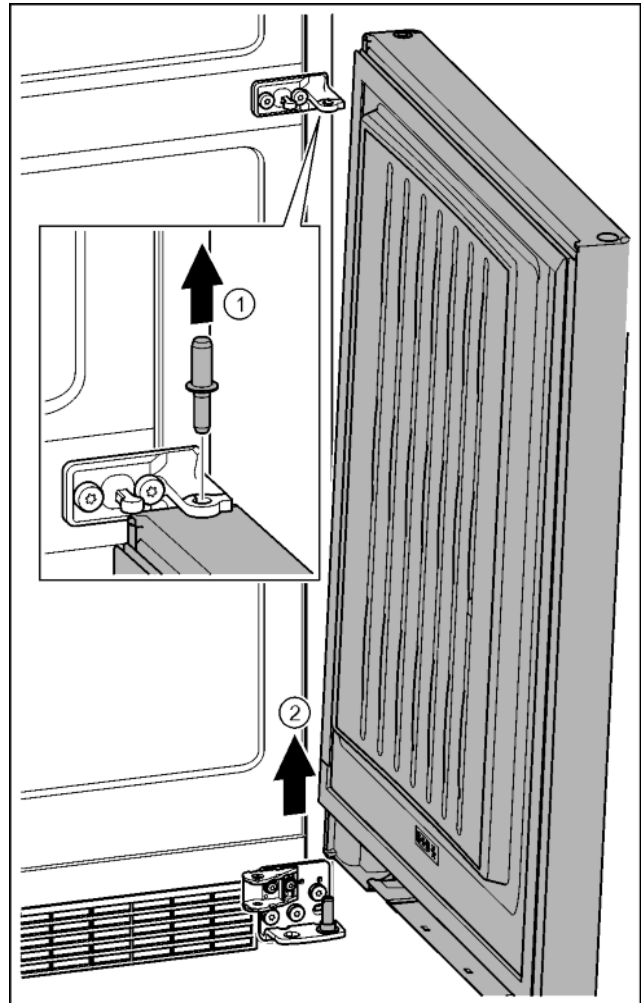

Fig. 24
- ▶ Čep vytáhněte nahoru. *Fig. 24 (1)*
- ▶ Dveře vysadte, vytáhněte nahoru a odložte stranou. *Fig. 24 (2)*